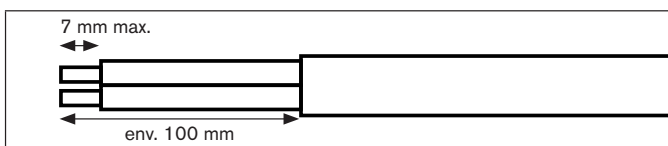

Fig. 1 : Retrait de l'isolation du câble
- Retirer l'isolation du câble sur env. 100 mm de longueur (voir « Fig. 1 »).
- Retirer l'isolation des brins sur 7 mm max. (1/4") de longueur (voir « Fig. 1 »).